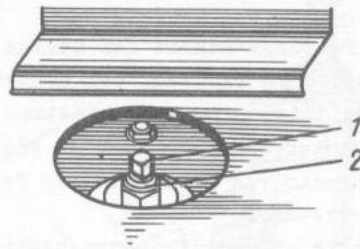

Bild 4-49. Befestigung des Stoßdämpfers an Spritzblech der Karosserie:
- Hecktür aufmachen und Deckel der Öffnungen an Verkleidung der Spritzbleche der Räder zum Abdecken von Stangen 1 (Bild 4-49) und Befestigungsmuttern 2 der Stoßdämpfer abheben;